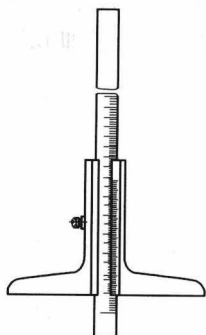

图 1-8 游标深度卡尺
4) 游标深度卡尺 如图 1-8 所示，测量凹槽深度、台阶高度等，精度有 0.1mm、0.05mm、0.02mm，测量范围分别为 0~150mm、0~250mm、0~500mm。